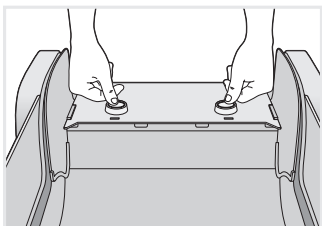

Fig. 10
- Presser sur les languettes qui retiennent le couvercle du socle du bac de récupération jetable (Fig. 10). (Dégager le couvercle du bac de récupération du socle du bac de récupération.)